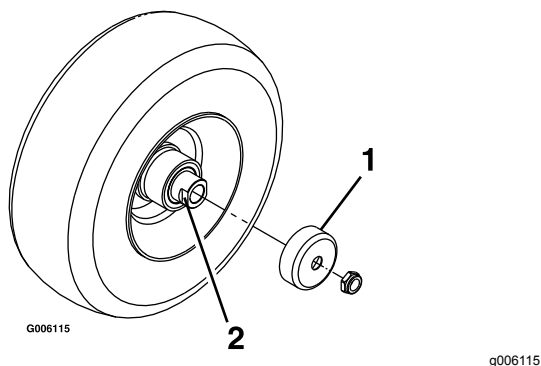

Figura 33
3. Togliete le protezioni di tenuta dal mozzo della ruota (Figura 33).